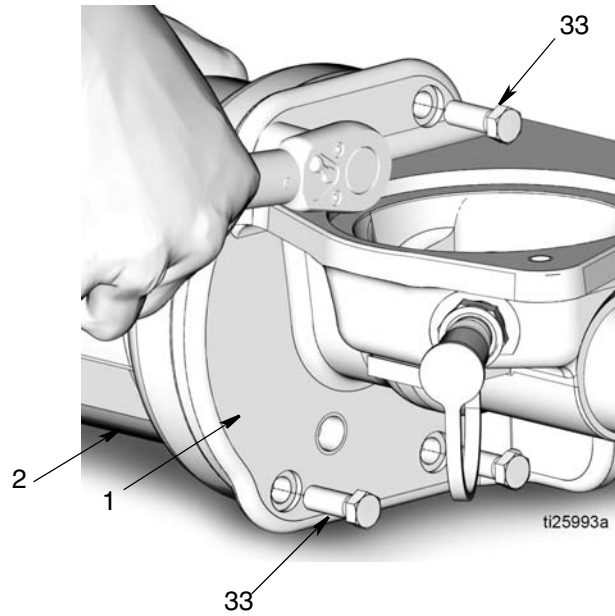

图 17
14. 使用 3/8 英寸套筒拆下将气缸 (2) 固定在泵底座 (1) 上的 4 个螺栓 (33) (图 17)。从泵底座拆下气缸。